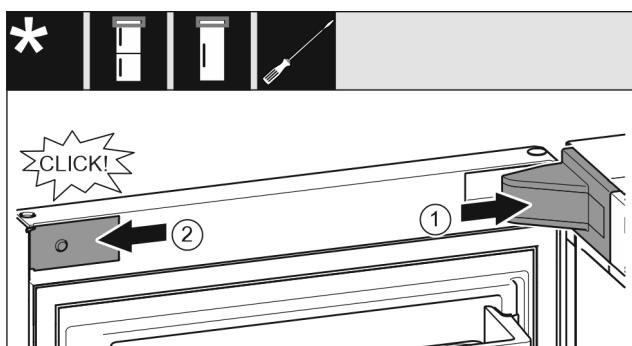

Fig. 22
- Встановіть та зафіксуйте кришку опорного кронштейна, у разі необхідності – обережно розтисніть. Fig. 22 (1)
- Встановіть збоку і зафіксуйте накладку. Fig. 22 (2)